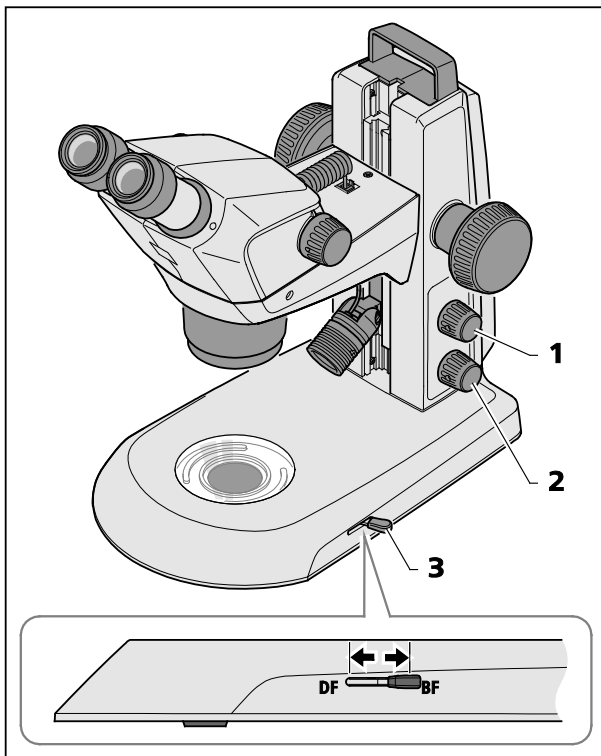

Bild 25 Durchlichtmodul im Stativ K EDU
- Durch Drücken auf den unteren Drehknopf (Bild 25/2) Durchlicht einschalten.
- Durch Verstellen des Hebels (Bild 25/3) zwischen Hellfeld- und Dunkelfeldbeleuchtung umschalten.
- Vordere Stellung: Dunkelfeld (DF)
- Hintere Stellung: Hellfeld (BF)
Durch Drücken des oberen Knopfes (Bild 25/1) kann Auflicht dazu gemischt werden (siehe Kapitel 4.2 auf Seite 28).